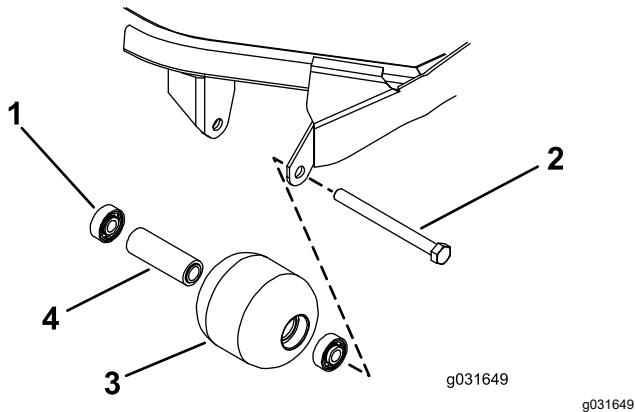

Figure 72
1. Retirez le boulon de fixation du galet (Figure 72).
4. Vérifiez l'état du logement de roulements, des roulements et de l'entretoise de roulements (Figure 72)
1. En exerçant une pression uniquement sur la bague extérieure ou uniformément sur les bagues intérieure et extérieure, poussez le premier roulement dans le logement du galet (Figure 72).
2. Insérez l'entretoise (Figure 72).
3. En exerçant une pression uniquement sur la bague extérieure ou uniformément sur les bagues intérieure et extérieure, poussez le second roulement dans le logement du galet jusqu'à ce qu'il rencontre l'entretoise (Figure 72).